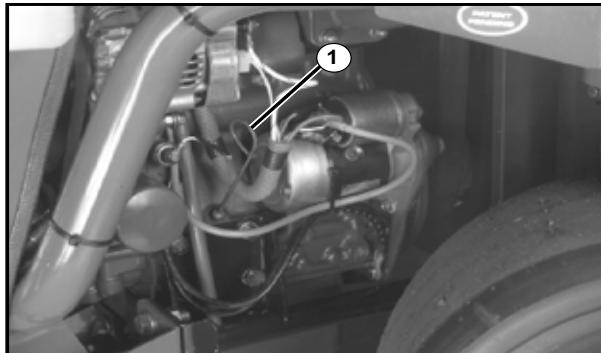

Fig. 9.11.1
- 3 Quite el tapón de llenado (Fig. 9.11.2) y llene el depósito de aceite nuevo hasta la marca de máximo de la varilla (Fig. 9.11.1). Consulte las especificaciones para obtener detalles sobre el grado y la cantidad de aceite.